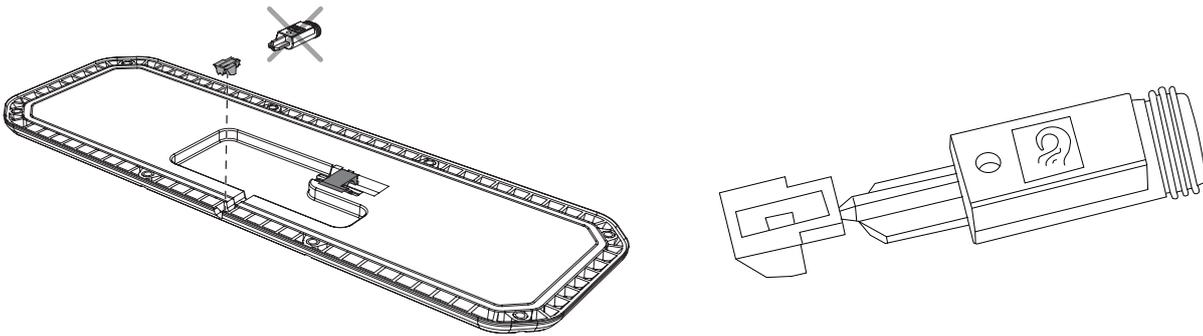

Abbildung 63. Montage der Abdeckung zur Abdichtung der UCU.
4. Brechen Sie den äußeren Teil der Abdeckung vorsichtig ab. Die Montage erfolgt in der Auskerbung. Siehe Abbildung 63.